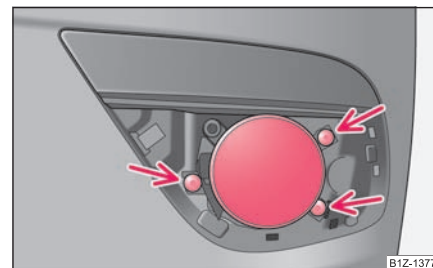

Fig. 250 Bara de protecție față: Farurile de ceață
- Deșurubați, cu ajutorul șurubelniței* din trusa de scule²⁴⁾, șuruburile ⇒ fig. 250.